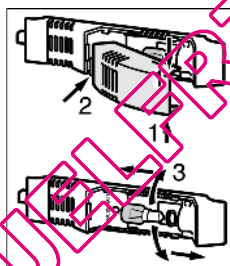

Fig. 13
- ▶ Saisir la protection d'ampoule en haut et en bas Fig. 13 (1).
- ▶ Déclipser à l'arrière et détacher la protection d'ampoule Fig. 13 (2).
- ▶ Remplacer la lampe Fig. 13 (3).